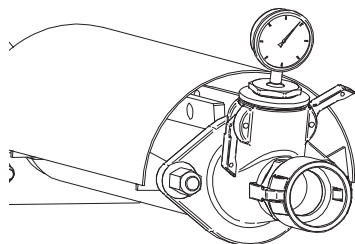
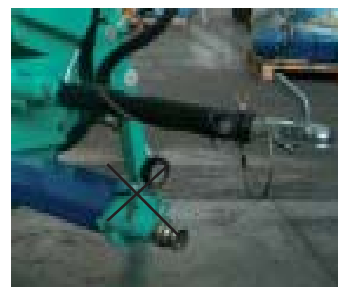

Fig. 2
Fig. 3
- Scaricare sempre la pressione prima di scollegare le tubazioni, facendo girare al contrario la vite eccentrica per alcuni secondi: il manometro (Fig. 2) deve indicare una pressione di 0 bar.
## 8. TRASPORTABILITÀ e TRAINABILITÀ' (Fig. 3)
Prima di trainare la macchina, togliere il misuratore di pressione (Fig. 2), posizionare correttamente il timone in modo che l'attacco, con macchina orizzontale e ultimo elemento del timone orizzontale, si trovi all'altezza del gancio di traino, serrare correttamente i vari elementi del timone (Fig. 3) agganciare il cavo di sicurezza, agganciare il cavo fanaleria, posizionare correttamente, dopo avere sollevato e bloccato con perno di sicurezza la mescolatrice (Fig. 1, Rif. 21), la barra anticiclista (Fig. 1, Rif. 9), sollevare e bloccare i piedi stabilizzatori, controllare la pressione di gonfiaggio dei pneumatici ed il funzionamento dei vari dispositivi luminosi, verificare che non vi siano sulla macchina elementi dell'intonacatrice o materiale di vario genere (vaglio, sacchi di materiale, tubi, utensili, etc.), verificare che in generale la macchina sia in ordine.